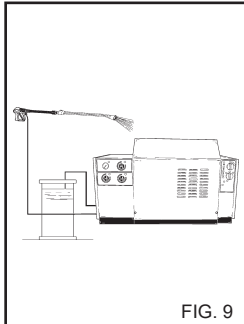

FIG. 9
- 3) После использования мощного вещества, промойте эту систему. Поместите шланг всасывания моющего вещества (рис. 9) в бак с чистой водой и запустите насос на 1 минуту при полностью открытом дозаторе и насадке, находящейся в положении подачи.